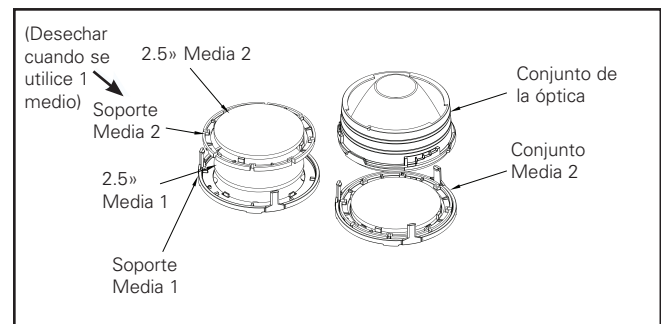

Figura 3
3. Ensamble los medios en los soportes proporcionados. Si se trata de un solo medio, coloque en segundo lugar el segundo soporte de medios (Figura 3).